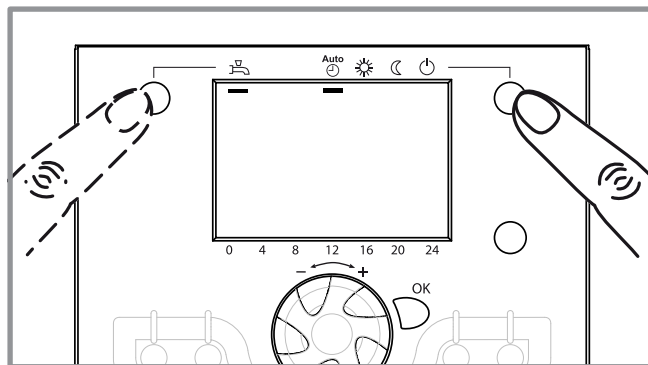

figure 54 - Sélection du régime de chauffe AUTO et puis du régime ECS (selon modèle ou option)
- Sélectionner le régime de chauffe "AUTO" (*figure 54*).
- Selon modèle et option, sélectionner le régime "ECS" (*figure 54*).